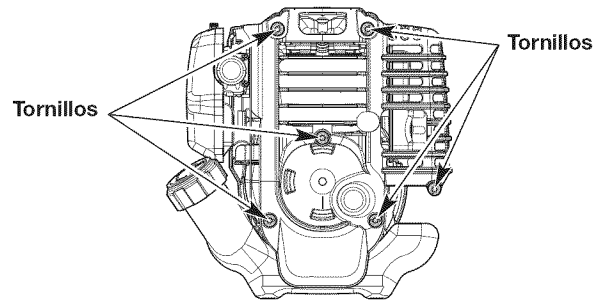

Fig. 23
1. Quite los 6 tornillos de la tapa del motor con un destornillador plano o un destornillador Torx T-25 (Fig. 23). Quite la cubierta del motor.
2. Quite los 6 tornillos de la tapa del motor con un destornillador plano o un destornillador Torx T-25 (Fig. 23). Quite la cubierta del motor.